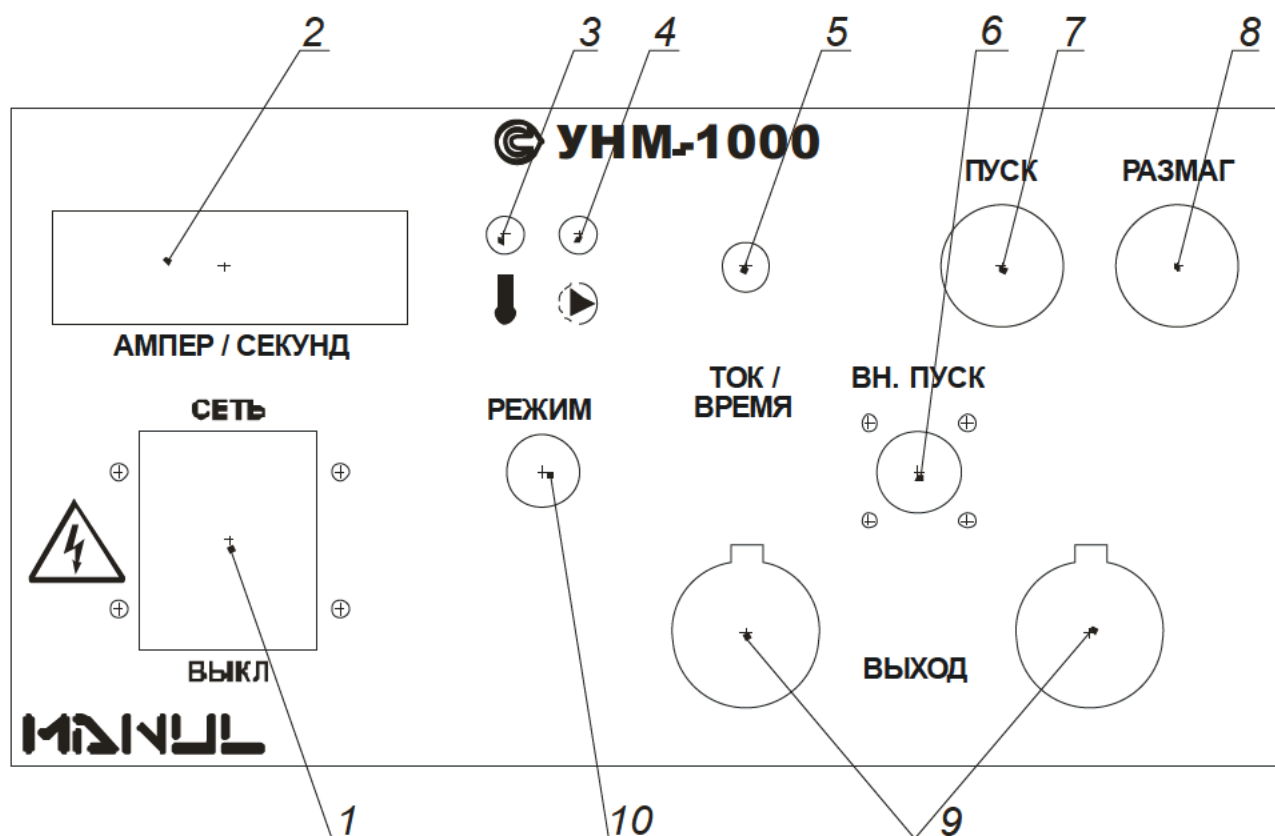

Рис.4.2. Передняя панель устройства.
4.5. Расположение и назначение элементов передней панели видно из рис. 4.2.
6.3. Подключить к разъемам 9 (см. рис.4.2) нагрузку: кабель для намагничивания или электроконтакты.
6.4. В случае использования электроконтактов разъем кнопки подключить к разъему **ВН.ПУСК** (поз.6 на рис. 4.2).
6.7. Вращением ручки **ТОК/ВРЕМЯ** (поз.5 на рис. 4.2) выставить требуемые значения тока намагничивания и времен намагничивания, размагничивания и паузы. Переключение выставляемого параметра осуществляется последовательным нажатием на кнопку **РЕЖИМ** (поз.10 на рис. 4.2). Выбранный режим времени индицируется буквой в левом сегменте индикатора: **Н** – намагничивание, **Р** – размагничивание, **П** – пауза; при установке тока буква в левом сегменте отсутствует.